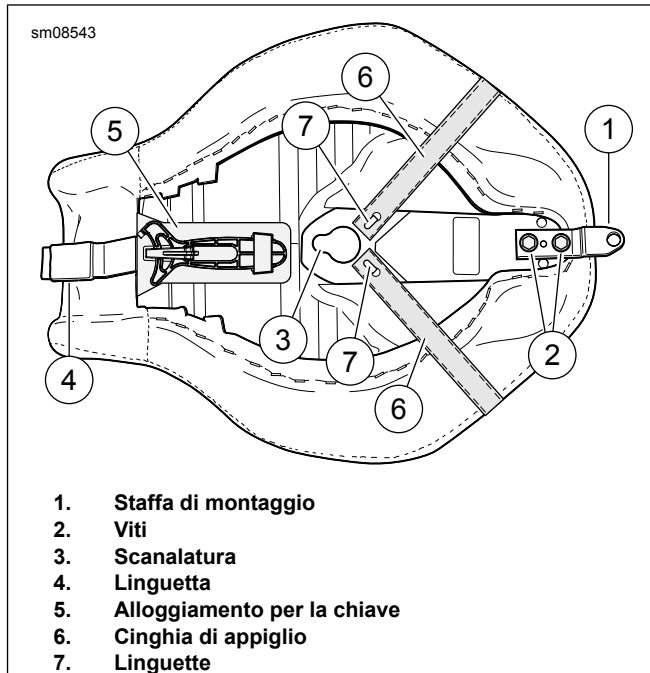

Figura 3. Staffa, viti, scanalatura, linguetta e cinghia di appiglio
2. Per modelli dotati di chiave di registrazione degli ammortizzatori nel fondo della sella. Rimuovere la chiave dalla sella originale. Vedere Figura 3. Collocare la chiave nell'alloggiamento per la chiave (5).
1. Vedere Figura 3. Installare la cinghia di appiglio (6) in fondo alla sella. Agganciare un capo della cinghia di appiglio sulla linguetta (7) posta sulla parte inferiore della sella. Far passare la cinghia di appiglio sopra la sella. Agganciare l'altro capo sulla linguetta rimanente.
1. Vedere Figura 3. Disporre la parte anteriore della nuova sella in modo che la linguetta (4) si inserisca nella scanalatura nel punto di attacco posteriore del serbatoio del combustibile.
2. Spingere la sella in avanti. Ruotare verso il basso la parte posteriore della sella finché quest'ultima non tocchi il telaio. Flettere leggermente la sella nel mezzo e farla scorrere verso la parte posteriore in modo che nel foro della scanalatura (3) sul fondo si inserisca il perno centrale sul telaio.